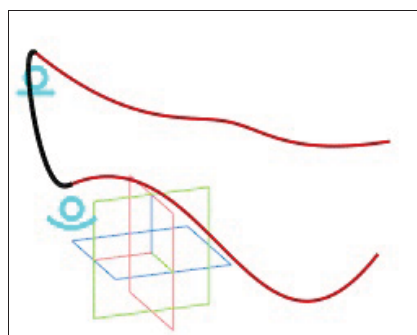

Рис. 22.13. Соединение кривых
- ♦ для завершения работы нажмите кнопку **Создать объект** — в графической области появится соединительная кривая (рис. 22.13), а в **Дереве** модели — соответствующая пиктограмма.